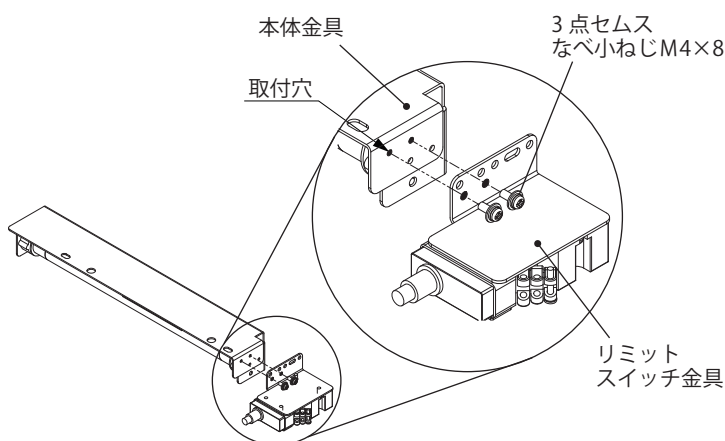

図 9
1. リミットスイッチ金具にある 3 点セムスなべ小ねじ M4×8 (2 カ所) を取外してください。(図 9)
2. 本体金具とリミットスイッチ金具を 3 点セムスなべ小ねじ M4×8 (2 カ所) にて取付けてください。(図 9)